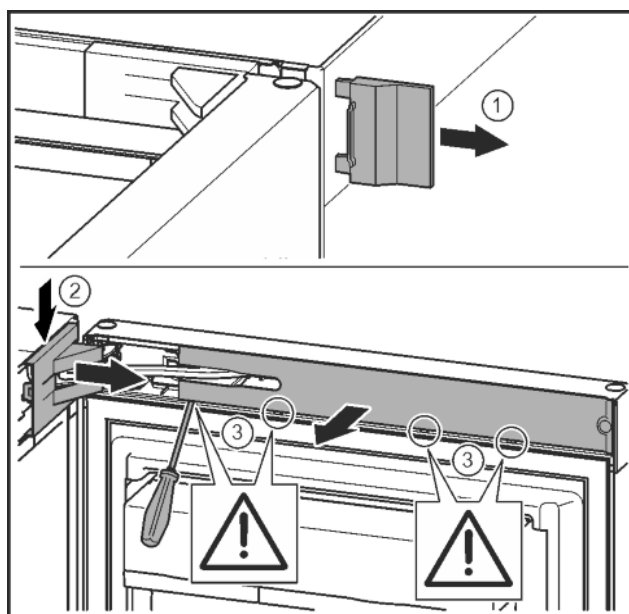

Fig. 6
- Skinite vanjski pokrov. Fig. 6 (1)
- Otkopčajte i otpustite pokrov podloška ležaja. Skinite pokrov podloška ležaja. Fig. 6 (2)
- Odvijačem s prorezom otkopčajte masku i zakrenite je u stranu. Fig. 6 (3)